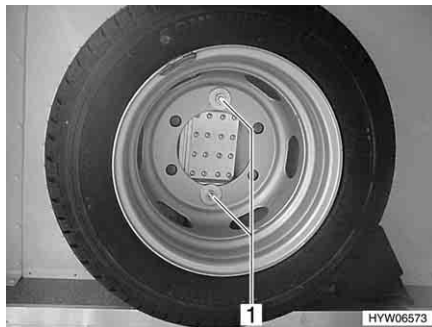

Fig. 246 Ruota di scorta nel gavone di coda
- Svitare i due bulloni (Fig. 246,1) con una chiave per dadi di fissaggio ruota.